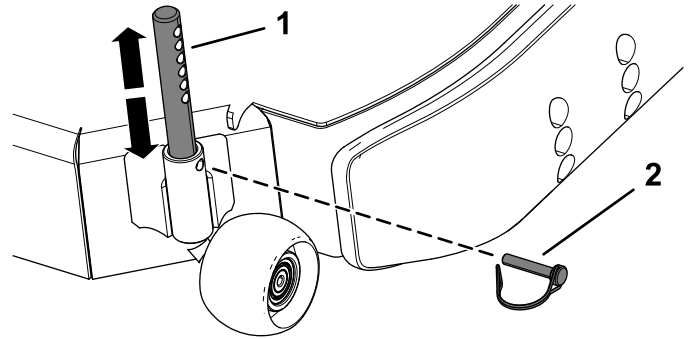

Figura 32
4. Retire el pasador de bloqueo del pasador del rodillo (Figura 32).
5. Mueva el pasador del rodillo arriba o abajo hasta la posición deseada y fíjelo con el pasador de bloqueo (Figura 32).